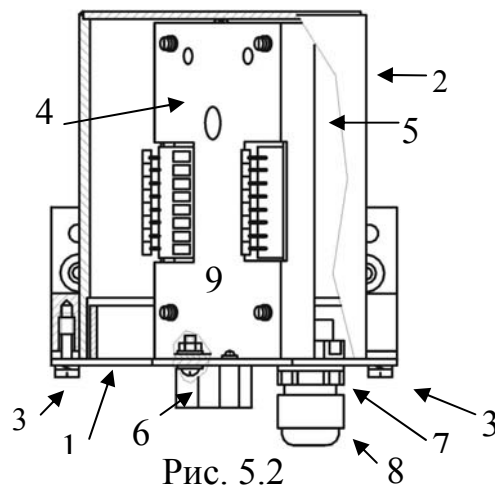

Рис. 5.2
5.1.1 Блоки (рис. 5.1) предназначены для ветвления кабелей линии связи и подключения двух смежных извещателей. Блоки выполнены в металлических корпусах 1 (рис. 5.2) со съемной крышкой 2. Крепление крышки осуществляется двумя невыпадающими винтами 3. В корпусе установлено шасси 4. На обратной стороне шасси закреплена печатная плата 5. Через окна в шасси обеспечен доступ к установленным на плате наборам зажимов «БПР..-1» и «БПР..-2» для подключения кабелей БПР..1, БПР..2, переключателю управления SA1 и светодиодным индикаторам «Инд1», «Инд2». С обратной